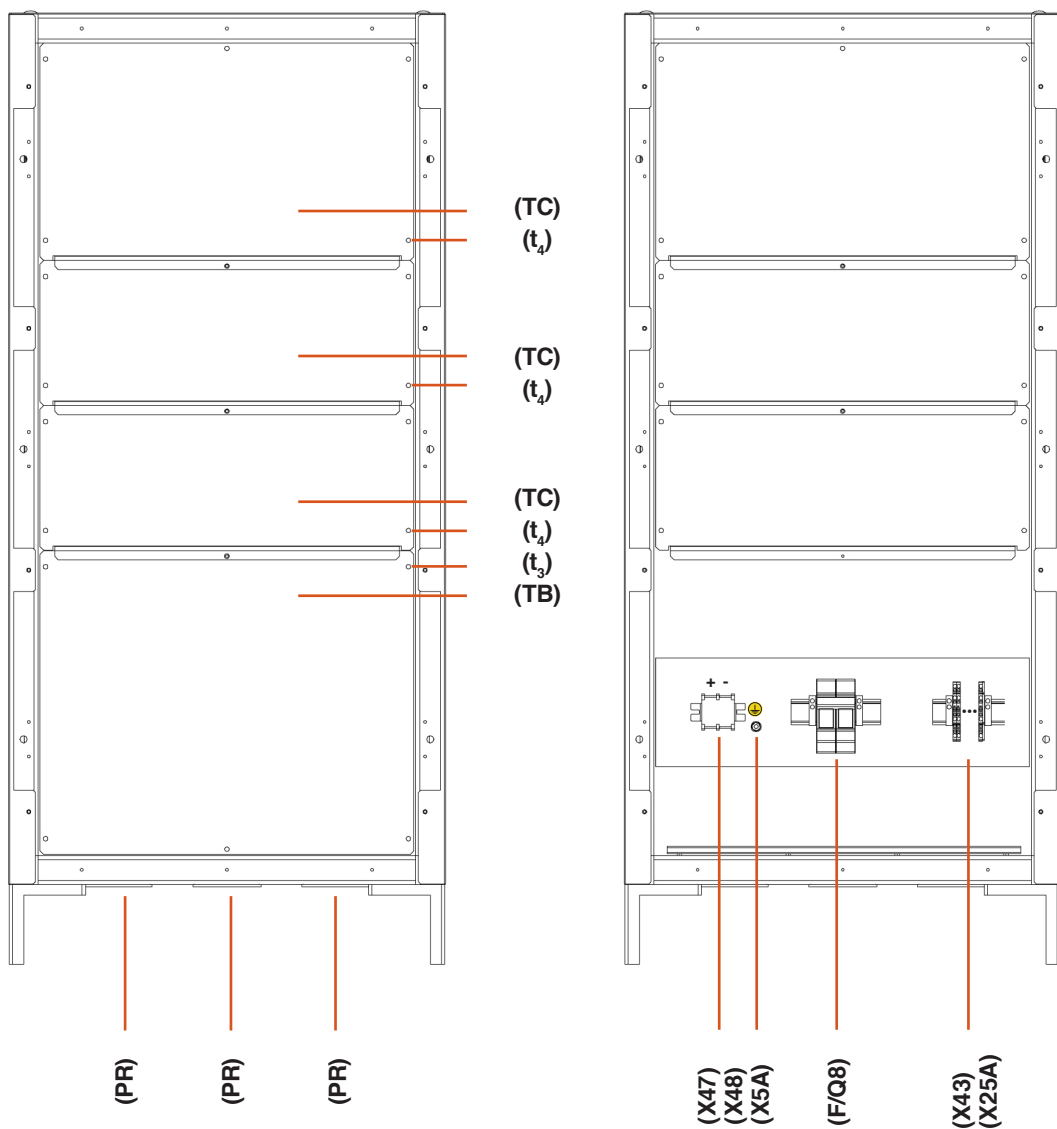

Abb. 9. Vorderansicht Batterieschrank mit 605x605x1315 mm.
- Batterieschrank mit einer Höhe von 1210 mm, mit zusätzlichen Hubfüßen von 110 mm, sodass die Gesamthöhe 1320 mm beträgt. Erhältlich mit Schrankboden in den Abmessungen 600x600 und 600x800 mm (siehe Abb. 9 und 10).